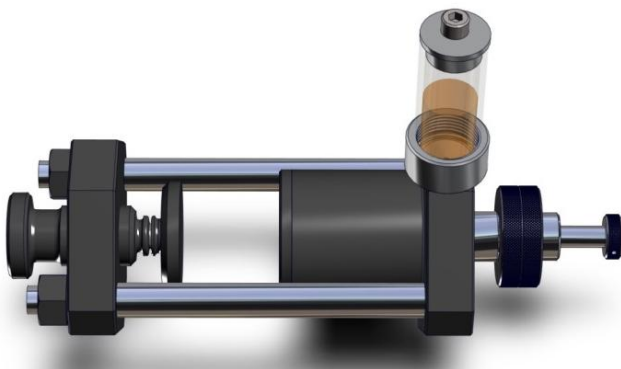

Figure 5.4.2
2. Remontez délicatement la tige du comparateur à cadran sur l'Accessoire pour Essai de Déformation à la Compression (en sable à vert) (Figure 5.4.1) et placez l'éprouvette de sable entre la base et le pied du comparateur à cadran (voir Figure 5.4.2). Baissez la tige du comparateur à cadran jusqu'à ce que son pied touche la surface supérieure de l'éprouvette de sable.
3. Tournez le cadran mobile du comparateur pour aligner l'aiguille et la marque zéro de la balance (Figure 5.4.2).
8. Lisez le changement de longueur de l'échantillon de sable directement sur l'échelle du cadran (voir Figure 5.4.2).